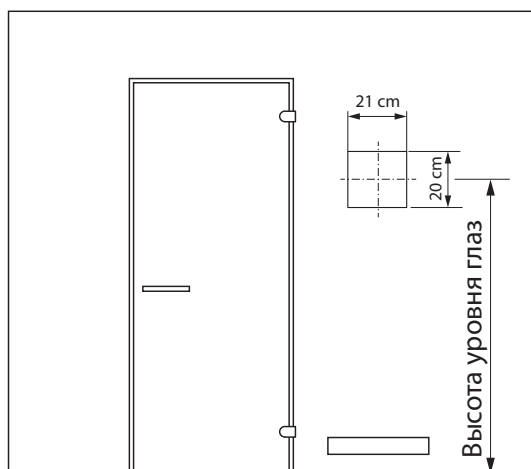

Рис. 5
1. Сделайте выемку в стене глубиной мин. 3,5 см согласно размерам, приведенным на рис.5.